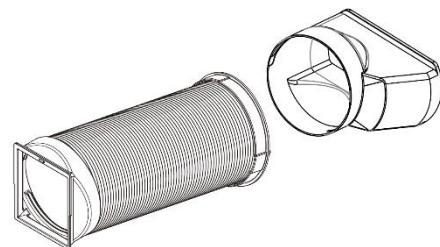

Fig.3
- Installazione temporanea del tubo di scarico: Si prega di installare l'adattatore per il tubo di scarico della finestra al tubo di scarico e di condurre il tubo con il tubo di scarico fuori dalla finestra (vedi fig. 3 e 4).